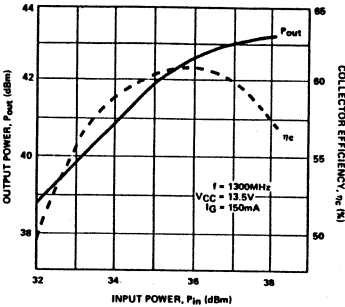
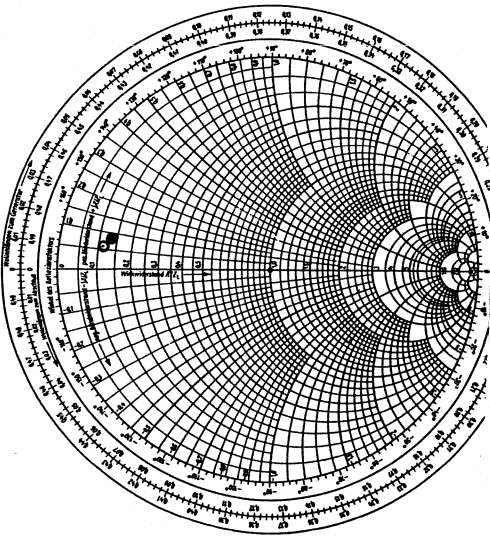

Fig. 4
Fig. 5
E. 4.) At first only OSC 1 is operating and its frequency is measured. Next, OSC 2 is set to operation and change its frequency higher and lower to determine the bandwidth of interlocking. When using high Q type Gunn-oscillators, as in Fig 4, the bandwidth is narrow, abt. ± 10 MHz is obtained. When using low Q types (Fig. 5, it is wider, abt. ± 33 MHz is obtained. When synchronized at slightly higher frequency than the frequency of OSC 1, the output power is higher than in case of the reverse condition.
D. 4.) Zuerst ist nur der Osz. 1 in Betrieb und seine Frequenz wird gemessen. Anschließend wird der Osz. 2 in Betrieb genommen und seine Frequenz erhöht und erniedrigt, um die Bandbreite im gerastetem Zustand zu ermitteln. Wenn Gunn-Oszillatoren mit hohem Q verwendet werden beträgt die zu erwartende Bandbreite ca. ± 10 MHz (Fig. 4). Werden welche mit niedrigem Q benutzt, kann man mit einer Bandbreite von etwa ± 33 MHz rechnen. Wird der Osz. 2 auf höherer Frequenz synchronisiert, wird auch die